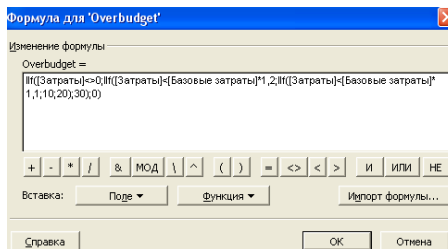

Рис. 168. Діалогове вікно *Формула для «Overbudget»*
17.5.5. В області *Настраиваемые атрибуты* натиснути на кнопку *Формула* (рис. 168):